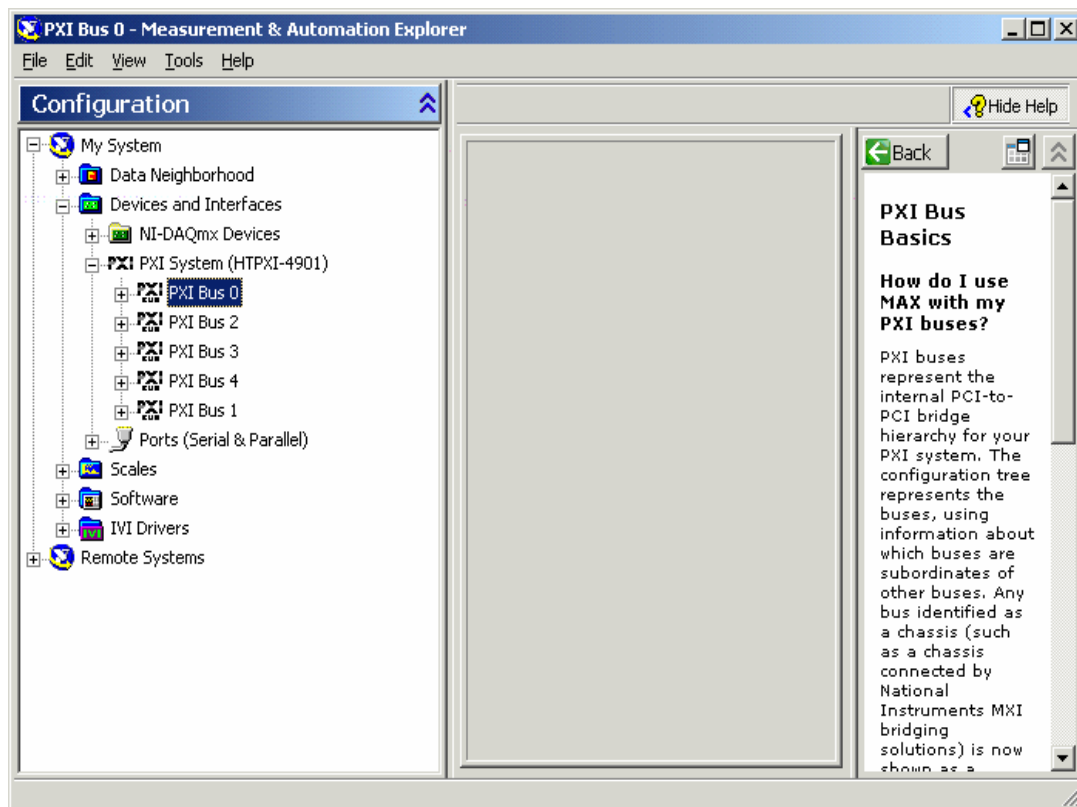

图 10 PXI System(HTPXI4900) 下级显示界面
- i) 右键点击“PXI System(HTPXI4900)”，然后左键点击“PXI System(HTPXI4910)\Show PXI Buses”，出现图 10 所示画面。